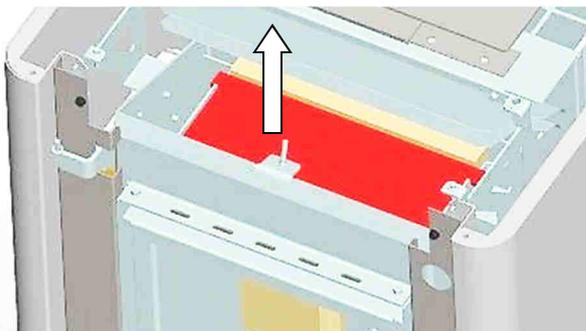

Fig. 47: retrait du déflecteur supérieur
1. Soulever et retirer le déflecteur supérieur (Fig. 47).